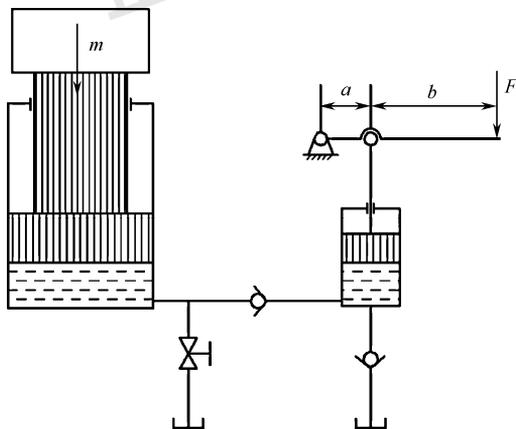

图 1-11 题 5 图
5. 如图 1-11 所示液压千斤顶大活塞直径为 100 mm，小活塞直径为 25 mm，杠杆尺寸 $a=20$ mm， $b=100$ mm，如果要顶起质量 $m=1\ 000$ kg 的重物，需要多大的力？